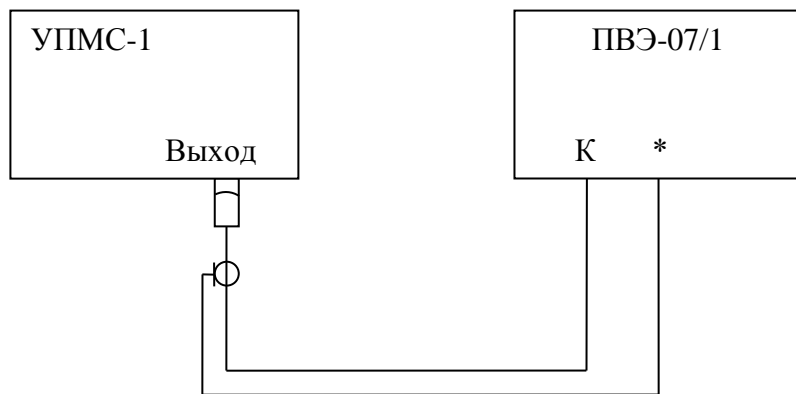

Рис.11.1. Схема подключения приборов при определении погрешности секундомера
11.4.4. Для определения погрешности измерения интервалов времени секундомер следует подключить к установке УПМС-1 в соответствии со схемой рис. 11.1.